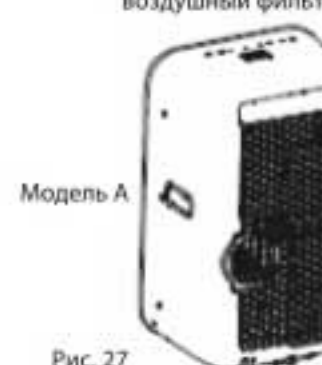

Рис. 27
- 1.2. Выньте нижний фильтр, ослабив винт и сдвинув его вниз (рис. 27, 28).